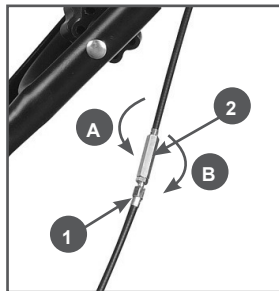

Рис.7
1. Если после запуска двигателя, при не нажатой ручке сцепления, начинают вращаться фрезы, значит, трос сцепления сильно натянут и его необходимо удлинить. Для этого ослабьте контргайку (1) и закрутите (А) соединительную муфту троса (2). После установки необходимой длины троса сцепления закрутите контргайку (Рис. 7).
2. Если после запуска двигателя при нажатии на ручку сцепления, фрезы не начинают вращаться, значит, трос сцепления слишком длинный и его необходимо укоротить. Для этого ослабьте контргайку и выкрутите (В) соединительную муфту троса. После установки необходимой длины троса сцепления закрутите контргайку (Рис. 7).